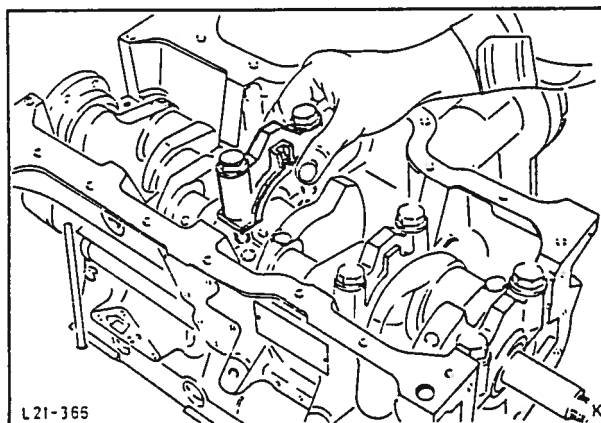

Fig. 60 Montering av bærelageroverfall med lagerskål.
31. Plasser bærelageroverfallene komplett med oljede lagerskåler på sentreringsringene og vær spesielt oppmerksom på trøsteskivenes plassering i midtre bærelageroverfall. (De bearbeidede flatene på lageroverfallene må peke mot innsprøytningspumpens side, fig. 60).